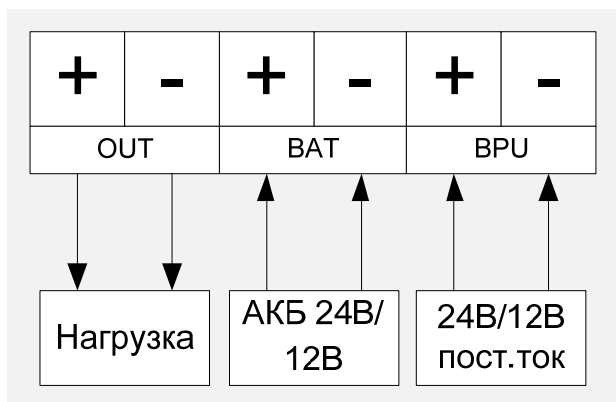

Рисунок 1 Схема подключения.
4. Подключите кабели от внешних устройств и источников питания к клеммам APS-120 согласно схеме подключения (смотрите Рисунок 1).